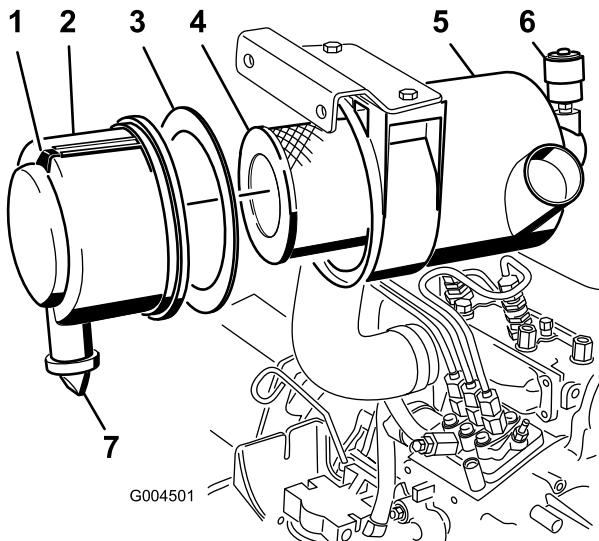

図 41
- エアクリーナの整備はインジケータ(図 41)が赤色になっていたら、または 400 運転時間ごと(非常にホコリのひどい場所で使っている場合にはよりひんぱんに)行ってください。エアフィルタの整備のしすぎはかえってよくありません。
- ラッチを外側に引いて、カバーを左にひねる(図 41)。
- エアクリーナのボディーからカバーを外す(図 41)。
- 1次フィルタ(図 41)を取り外して交換する。
- カバーの内側に発泡樹脂製のガスケットが正しく(破損せずに)ついていることを確認する(図 41)。
- カバーからゴム製の出口バルブを取り外す(図 41)。
- インジケータ(図 41)が赤になっている場合はリセットする。